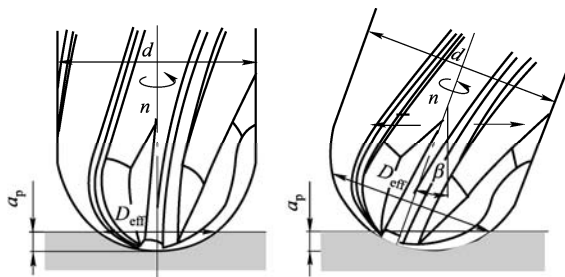

图 1-16 各种铣削方式下的铣刀直径
(1) 刀具直径和有效直径 高速铣削加工参数与刀具材料关系密切，不同刀具牌号的铣削用量有一定的影响，另外需要注意的是，由于球头铣刀的实际参与切削部分的直径和加工方式有关，在选择切削用量时要考虑刀具直径  $D$  和有效直径  $D_{\text{eff}}$  的关系，如图 1-16 所示。